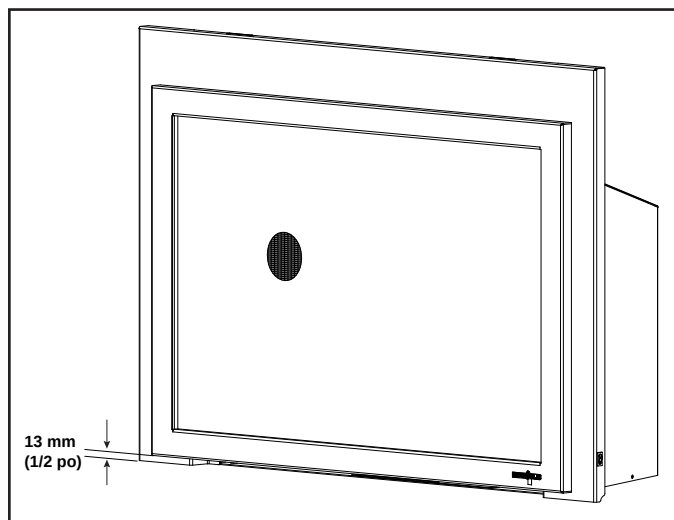

Figure 8.4 Minimum requis de 12,7 mm (1/2 po). Espace
- Un espace de 12,7 mm (1/2 po) doit être maintenu sous la partie inférieure de la face avant. Voir la figure 8.4.